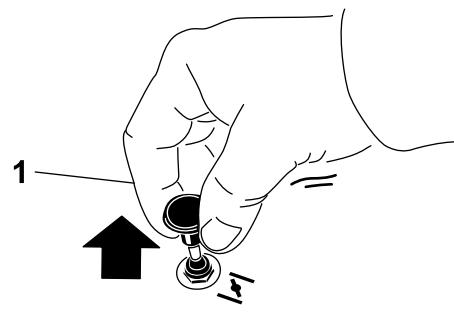

Figura 13
- Tire hacia arriba del mando para activar el estárter antes de girar la llave del contacto (Figura 13).
- Presione hacia abajo el pomo del estárter para desactivar el estárter después de arrancar el motor (Figura 13).